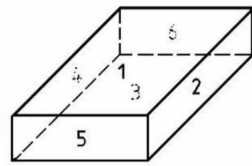

Fig.1
- La boîte doit être positionnée sur la plus grande face à plat (Cf. Fig.1).